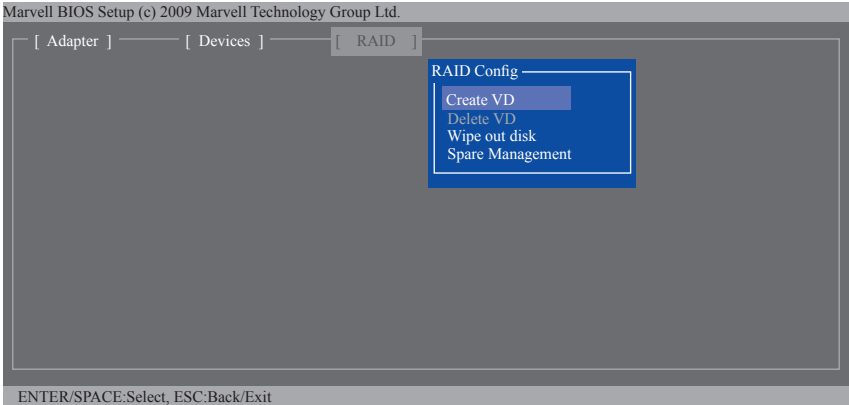

図 4
Intel(R) Rapid Storage Technology メニューにおいて、**Create RAID Volume** で <Enter> を押して **Create RAID Volume** 画面に入ります。**Name** の項目で 1-16 文字 (文字に特殊文字を含めることはできません) のボリューム名を入力し、<Enter> を押します。次に、RAID レベルを選択します (図 4)。サポートされる RAID レベルには RAID 0、RAID 1、RAID 10、と RAID 5 が含まれています (使用可能な選択は取り付けられているハードドライブの数によって異なります)。次に、下矢印キーを用いて **Select Disks** に移動します。
ステップ 1:メイン画面で、**RAID** タブの<Enter>を押します。**RAID Config** メニューが表示されます (図 4)。**Create VD** 項目で、<Enter>を押します。